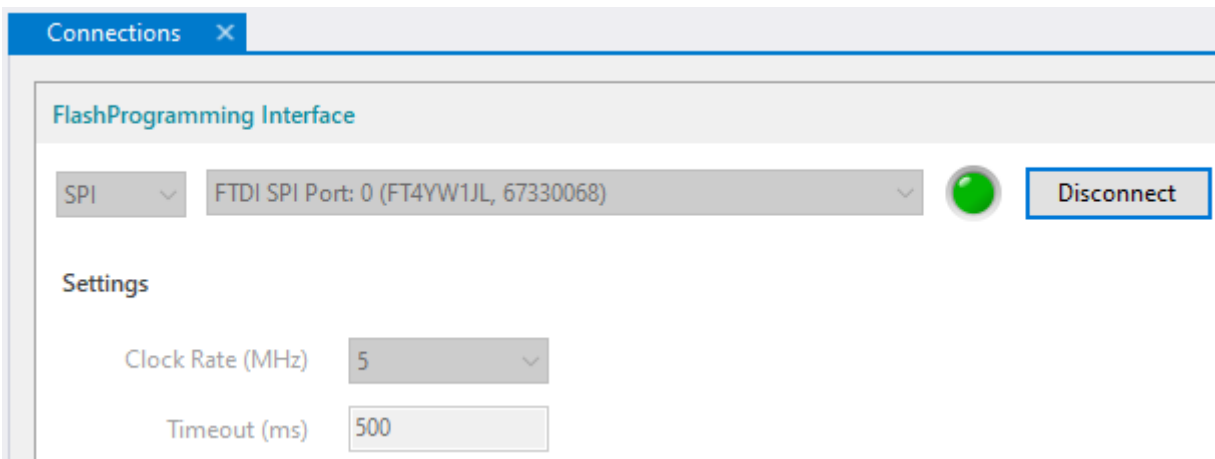

图 4-9. DLP Composer - 连接
- 导航至“Connections”选项卡。设置为 SPI 和 FTDI SPI Port，然后单击 Connect 按钮。虚拟绿色 LED 应亮起，表示连接成功，如图 4-9 所示。